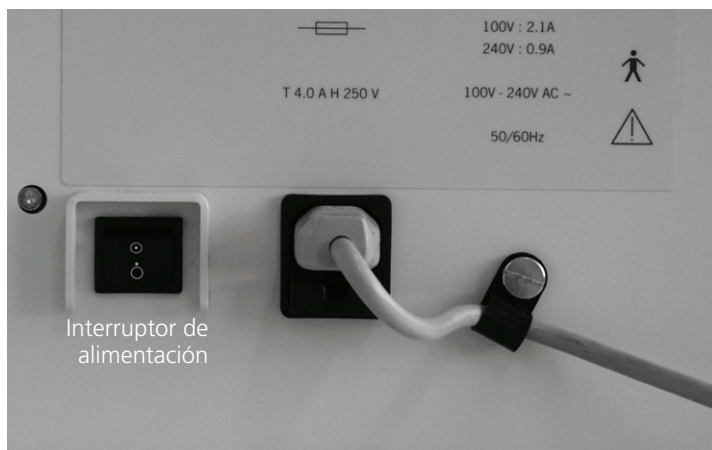

Figura 2-14. Interruptor de alimentación
1. Encienda el interruptor de alimentación del ventilador (Figura 2-14). Oirá el zumbador de emergencia.